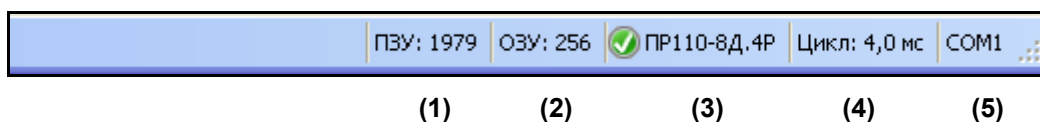

Рисунок 3.2. Статусная строка окна программы
- нижнюю статусную строку, показывающую состояние программы и наличие подключения к ней программируемого устройства (рисунок 3.2).